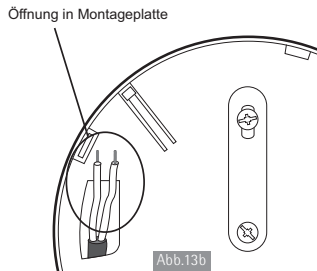

Abb.13b
2. Ziehen Sie das Kabel durch die Öffnungen in der Montageplatte, bevor Sie diese an die Decke schrauben (siehe Abbildung 13b).
4. Heben Sie den Anschlussklemmenblock mit einem kleinen Schraubendreher vertikal heraus (siehe Abbildung 13b).